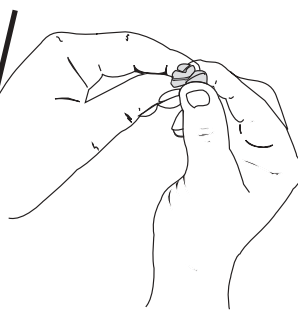

Figure 25
5. Apriete el filtro para esparcir y retirar el exceso de aceite (Fig. 25).